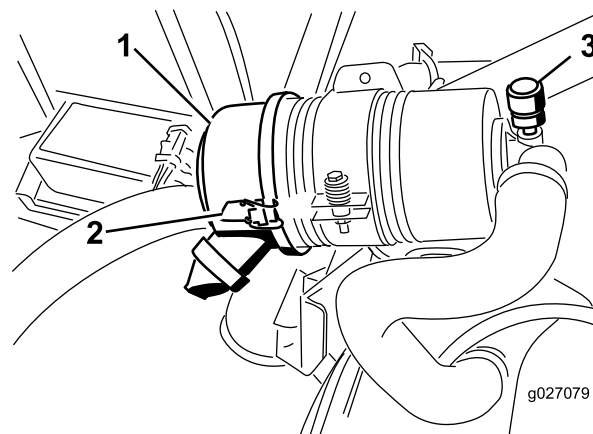

Figura 52
Effettuate la manutenzione del filtro dell'aria quando l'indicatore lo richiede (Figura 52). Sostituendo il filtro dell'aria prima del necessario si aumenta il rischio che la morchia penetri nel motore quando rimuovete il filtro.
2. Rilasciate i fermi che fissano il coperchio del filtro dell'aria al relativo corpo (Figura 52).